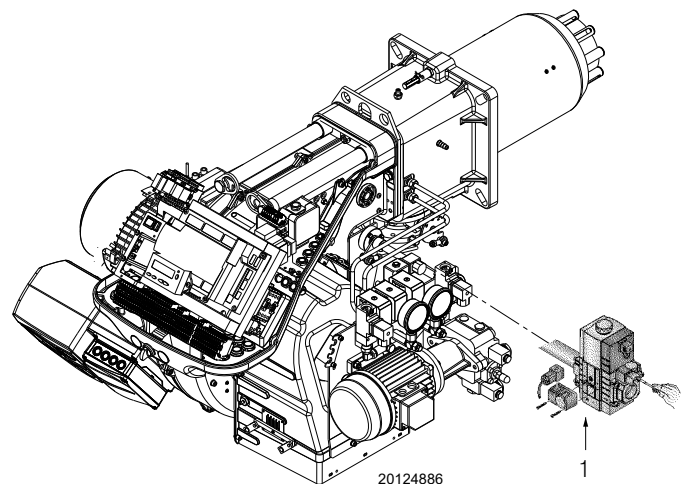

Abb. 38
- Prüfen Sie den Versorgungsdruck des Gases durch Anschließen eines Druckmessers an der Druckentnahmestelle 1)(Abb. 38) des Minimal-Gasdruckwächters: er muss geringer als der maximal zulässige Druck der Gasarmatur sein, der auf dem Kennschild der technischen Daten angegeben ist.
- Lassen Sie die Luft aus der Leitung der Gasarmatur ab, indem Sie eine Kunststoffleitung an die Druckentnahmestelle 1)(Abb. 38) des Minimal-Gasdruckwächters anschließen.